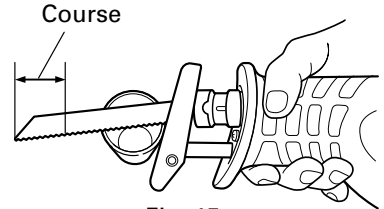
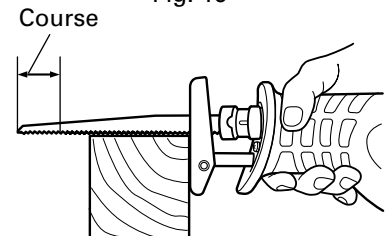

Fig. 15
Fig. 17
- Sélectionner une lame de la longueur appropriée. Idéalement, la longueur qui ressort du socle de la lame après soustraction de la distance de course doit être plus grande que le matériau (voir Fig. 15 et Fig. 17).